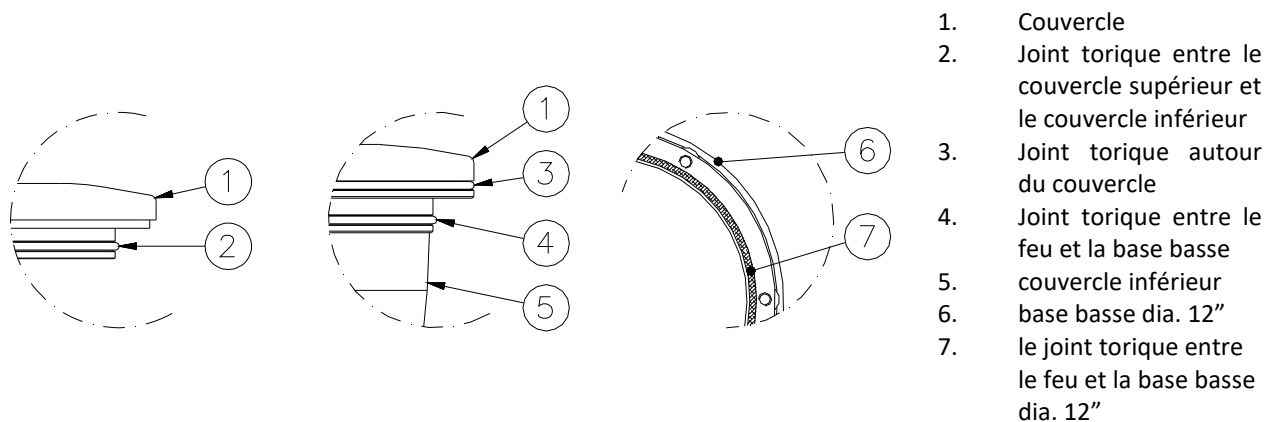

Figure 30 – Joints du feu
- un joint torique entre le couvercle supérieur et le couvercle inférieur (Figure 30 – n°2) ;
- un joint torique autour du couvercle (Figure 30 – n°3) ;
- un joint torique entre le feu et la base basse dia. 8" (Figure 30 – n°4) ;
- un joint torique entre le feu et la base basse dia. 12" (Figure 30 – n°7) ;